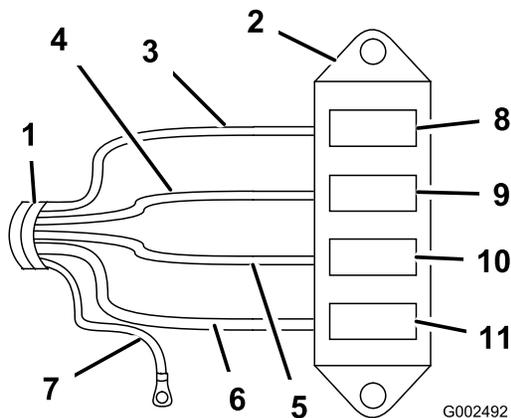

Figura 7
4. Ligue a cablagem ao bloco de fusíveis unindo os fios na cablagem aos conectores do fio correspondente na parte de trás do bloco de fusíveis (Figura 7).